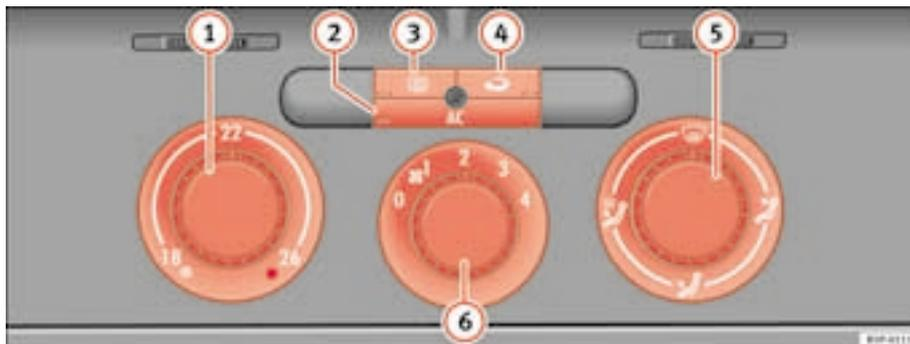

Fig. 122 Comandos do Climatic no painel de instrumentos
- Com os reguladores ⇒ fig. 122 ① e ⑤ e com o interruptor ⑥ é ajustada a temperatura, a distribuição do ar e o nível do ventilador.
- Premir o respectivo botão ②, ③ ou ④ para ligar e desligar a respectiva função. Quando a função está activa, a janela que se encontra no canto inferior esquerdo do botão ilumina-se.
- ① Regulador da temperatura ⇒ página 156
- ② Botão (AC) – Ligar/desligar a refrigeração ⇒ página 156
- ③ Botão (☐) – Desembaciador do vidro traseiro. Cerca de 20 minutos depois de ser activado, o aquecimento é automaticamente desligado. Pode ser também desligado antes, premindo o respectivo botão.
- ④ Botão (↻) – Recirculação do ar ⇒ página 158
- ⑤ Regulador da distribuição do ar ⇒ página 156
- ⑥ Interruptor do ventilador. O caudal de ar é regulável em quatro níveis. A baixa velocidade o ventilador deve funcionar também sempre num nível baixo. ▶
- Ligar o ar condicionado com o botão ⇒ página 155, fig. 122